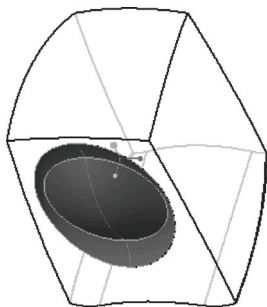

图 12-108 “连接”合并
5) 按住〈Ctrl〉键选择“合并 3”面组，单击（合并）按钮，接着在“合并”选项卡的“选项”面板中选择“连接”单选按钮，如图 12-108 所示，然后单击（完成）按钮。